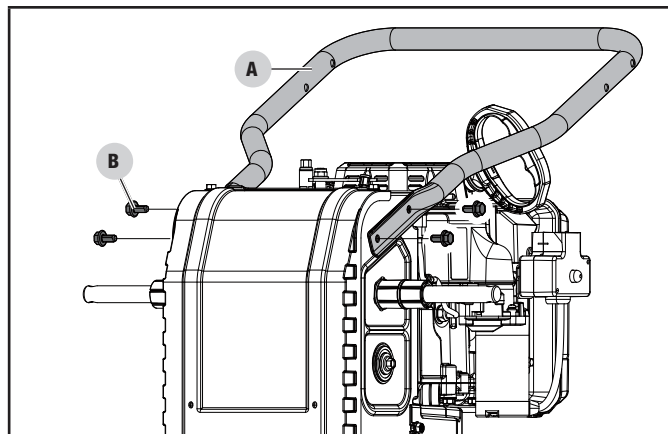

Figure 2
1. Placez la poignée supérieure et le panneau de commande en bas de la souffleuse à neige pour aligner les câbles et le faisceau. Placez la goulotte d'éjection jusqu'à la partie inférieure de la souffleuse à neige, en passant par le panneau de commande supérieur; faites passer le câble du déflecteur de la goulotte au-dessus des poignées. Acheminez le câble de tarière du côté gauche dans la poignée inférieure pour éloigner le câble de la roue gauche. Fixez la poignée inférieure (A) au corps de l'appareil avec 4 boulons (B), en utilisant une clé de 13 mm (fig. 2). Serrez bien les boulons. Ne serrez pas de manière excessive.